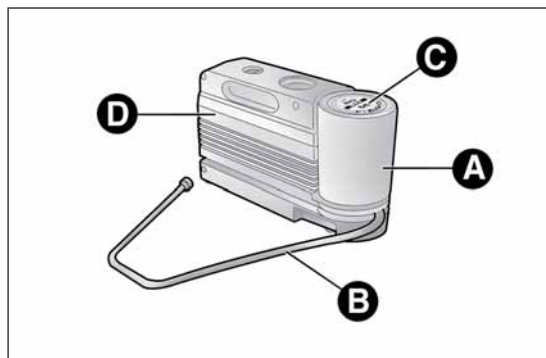

РИС. 126
- баллончик РИС. 126 с герметиком, к которому прилагается: трубка для заполнения В и наклейка С с надписью "max. 80 km/h" (макс. 80 км/час), которую после ремонта шины следует поместить на хорошо видимое место (на панели приборов);